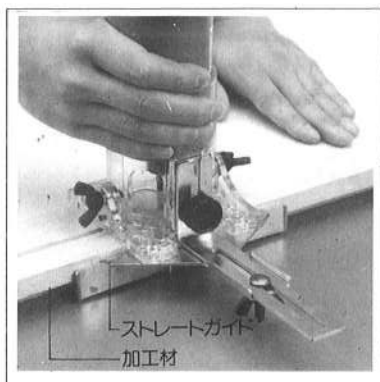

図14
- ストレートガイドのガイド面を材料に沿わせて本機を送ってください。(図14参照)